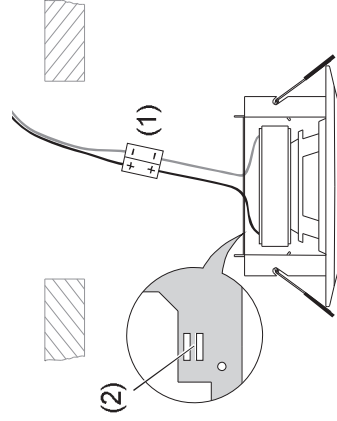

Bild 1
- Lautsprecher-Anschlussleitung von oben durch die Deckenöffnung führen (Bild 1) und an der mitgelieferten Verbindungsklemme (Bild 1, 1) anschließen: + (rote Ader) und - (weiß-rote Ader).
- Anschlussleitung mittels Kabelbinder am Zugentlastungsbügel (Bild 1, 2) befestigen.